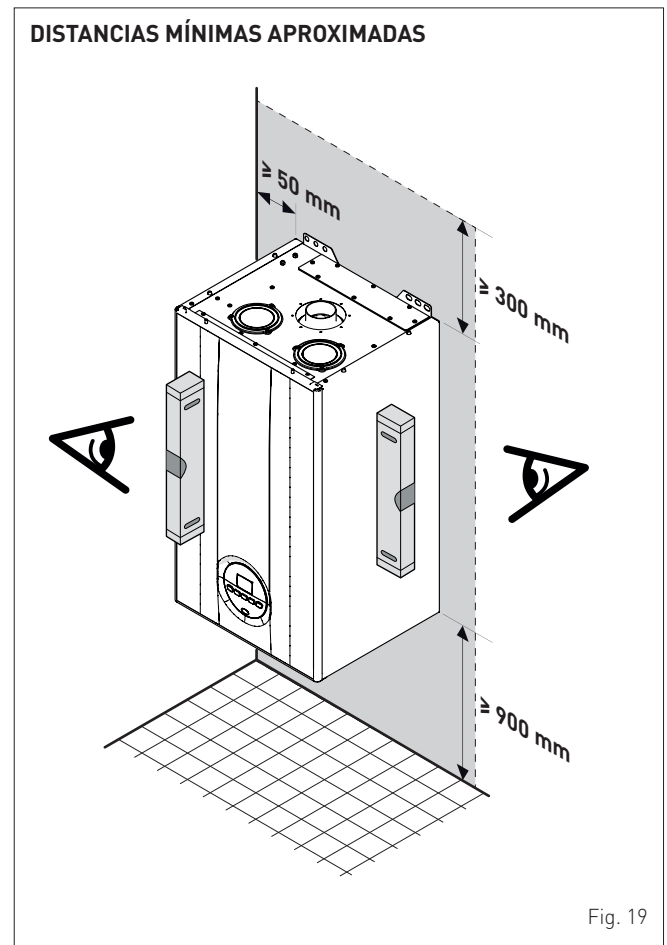

Fig. 19
- Tenga en cuenta los espacios necesarios para poder acceder a los dispositivos de seguridad/regulación y para poder llevar a cabo las tareas de mantenimiento (véase Fig. 19).